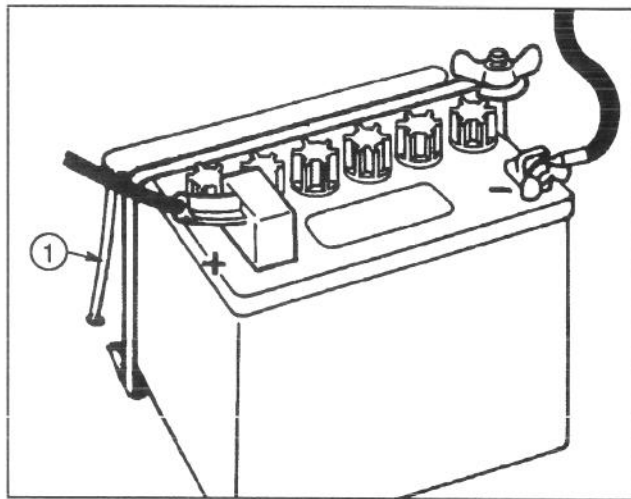

Abbildung 9
9. Die Batterie so einsetzen, daß die Klemmen hinten liegen und sich das Entlüftungsrohr auf der linken Seite der Batterie (durch das Loch im Rahmen) befindet (Abb. 9).
11. Das (+)-Kabel (mit Gummiüberzug) an der (+)-Klemme anbringen und das (-)-Kabel an der (-)-Klemme der Batterie; mit Sechskantschrauben und Flügelmuttern absichern. Den Gummiüberzug über die (+)-Klemme schieben, um gegen mögliche Kurzschlüsse vorzubeugen (Abb. 9).